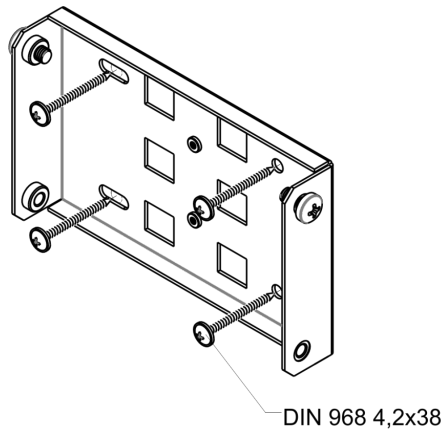

Рисунок 11 – Крепление кронштейна на стене
- c) В верхние отверстия установите винты DIN7985 M6. Винты не нужно закручивать до конца, оставьте зазор минимум 3 мм, рисунок 11.